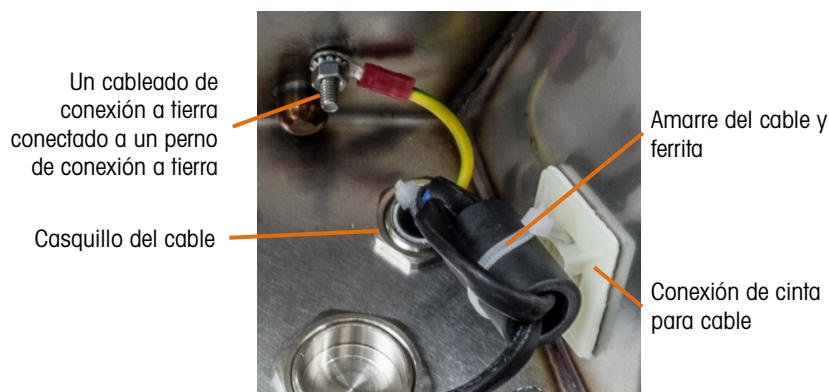
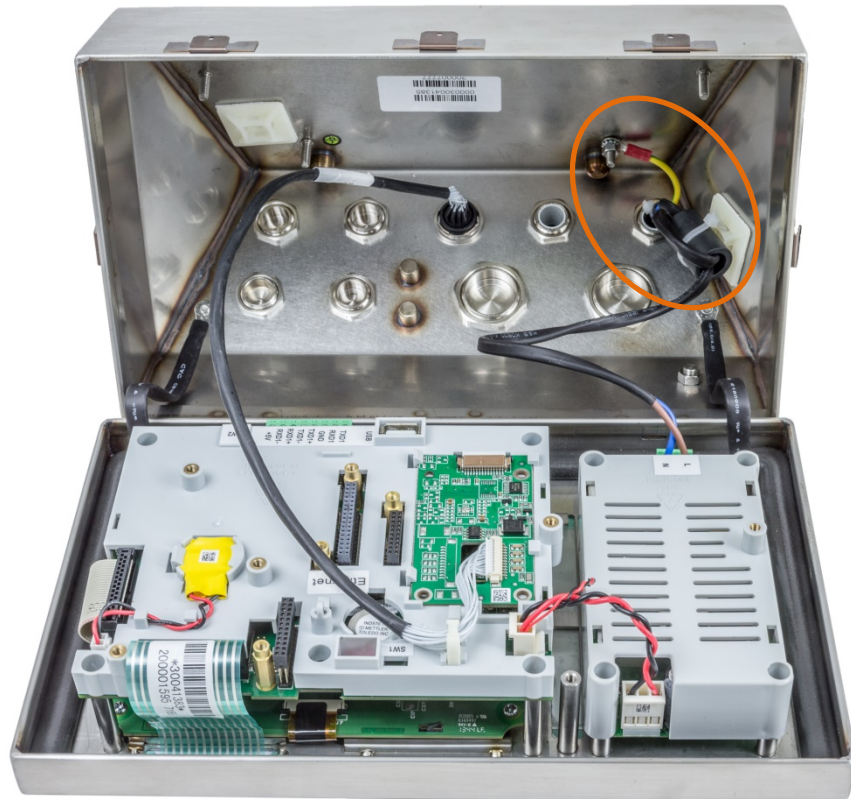

Figura 2-16: Ubicación revertida del cordón eléctrico
Figura 2-17: Panel frontal y conexión de celda de carga invertidos
- I. Retire la tapa ciega de la ubicación marcada con un círculo en la Figura 2-17. Instale el casquillo y el cordón eléctrico en ese lugar y apriete la tuerca del casquillo.
- K. Instale la ferrita en el cable de energía, dando una vuelta como se muestra en la Figura 2-16.
- L. Fije la conexión de la cinta para cable en la caja, en el lugar que se muestra en la Figura 2-16 y en la Figura 2-17. Sujete en su lugar la ferrita con cinta de cable y corte cualquier exceso de longitud de la cinta.
N. Apriete el casquillo del cable. La Figura 2-17 muestra el conjunto finalizado.